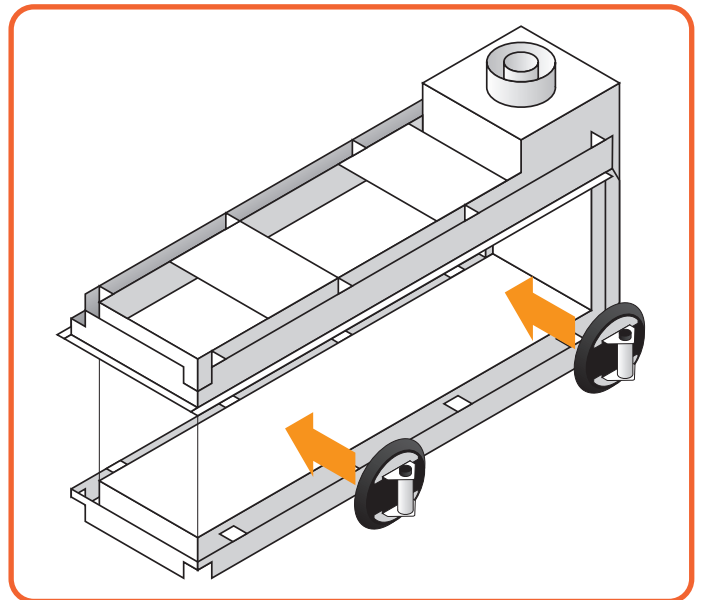

Figure 10.5 - Put on the suction cup
- Setzen Sie den Saugnapf auf die Scheibe und vergewissern Sie sich, dass er sich fest angesogen hat und sich nicht löst (Siehe **Abbildung 10.5**).